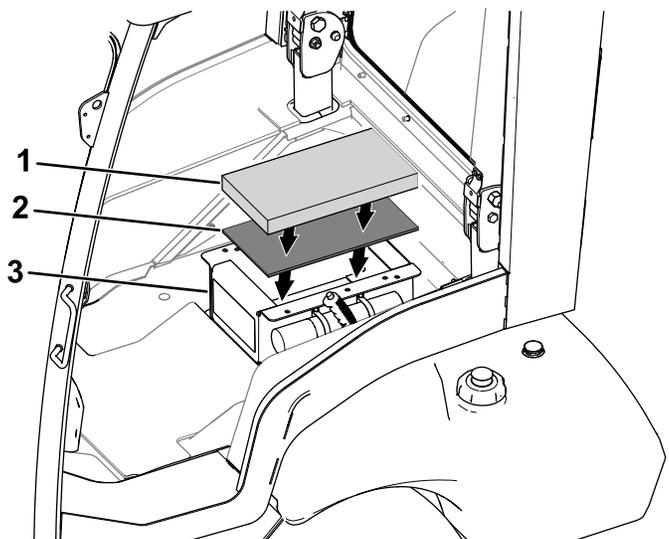

Figura 19
- 1. Montate il cuscinetto della base del sedile (**sottile**) all'interno della base del sedile (Figura 19).
- 2. Montate il cuscinetto della base del sedile (**spesso**) all'interno della base del sedile (Figura 19).